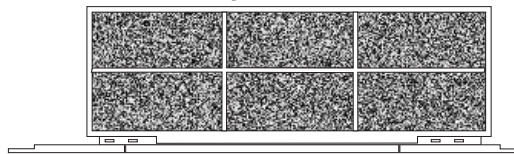
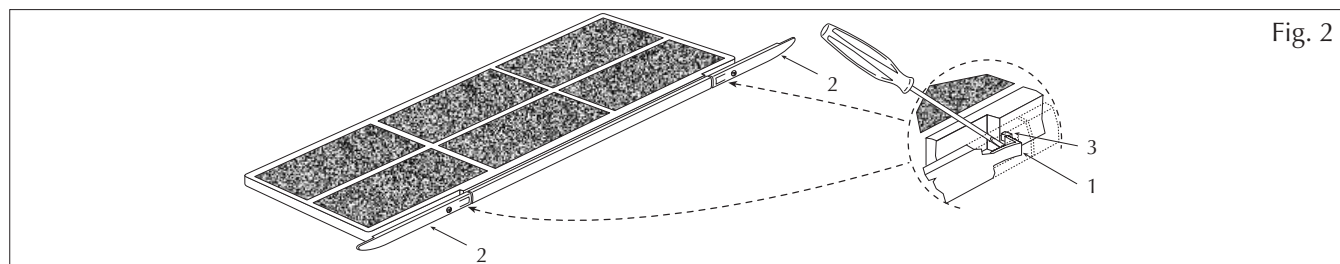

Fig. 1
Fig. 2
- nelle versioni FCX-ACB il filtro dell'aria dev'essere adattato alla nuova configurazione modificando la posizione del supporto esterno rispetto al telaio del filtro (Fig. 1): facendo pressione con un cacciavite sulla linguetta (1 Fig. 2) spostare il supporto esterno (2) fino a quando la linguetta supera il dentino (3). Rilasciare quindi la linguetta in modo che la posizione relativa tra supporto e filtro sia quella indicata in figura 1. Si precisa che, essendo il frutto dell'apparecchio decentrato rispetto al mobile di copertura, si devono invertire anche gli zoccoli.